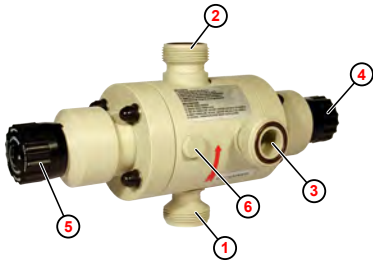

Fig. 1 : Structure de la MFV III-IV, type 4, 5
Les opérations décrites ici s'appliquent de la même manière à tous les raccords (entrée, sortie et dérivation). (Fig. 1 ①, ②, ③).